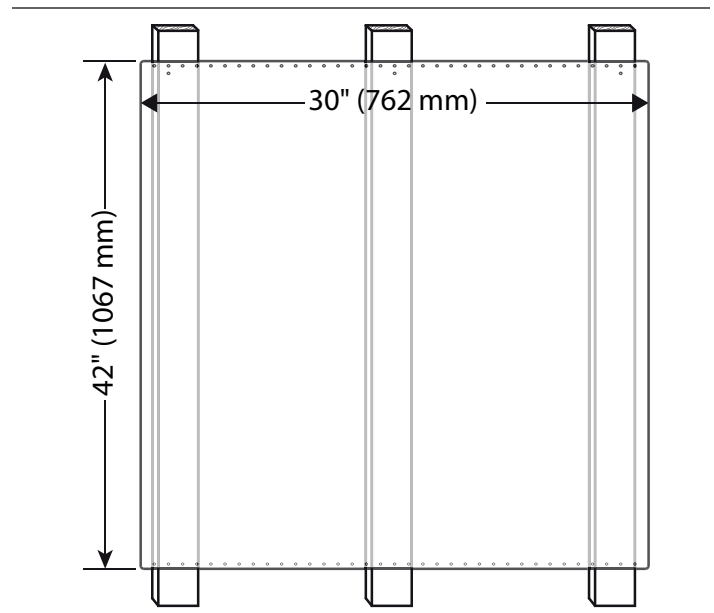

Figura 9: Instalación de la consola trasera
- Utilice dos de los tornillos proporcionados para fijar las partes inferior y superior de la consola trasera de protección a cada travesaño de pared (vea la *Figura 9*).